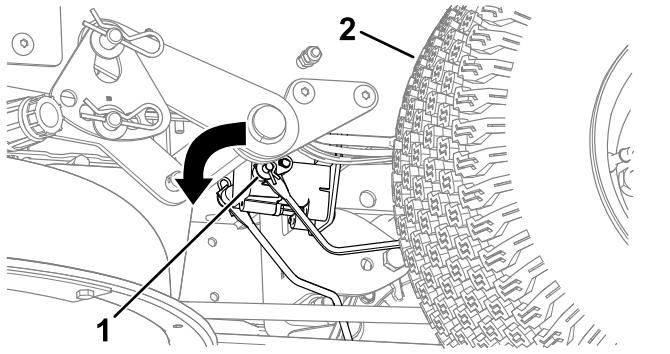

Figura 51
3. Individuate l'albero sul freno elettrico in cui sono collegati i bracci di attacco del freno (Figura 51).